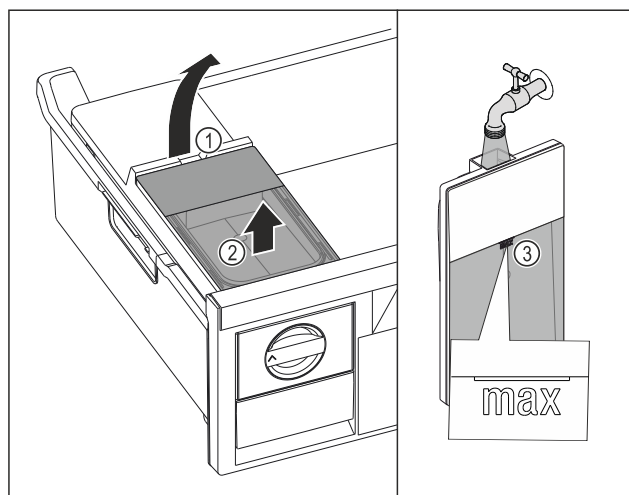

Fig. 98
- ▶ Løft vandtanken op til udsparringen Fig. 98 (1).
- ▶ Tag vandtanken ud fra oven. Fig. 98 (2)
- ▶ Fyld vandtanken med drikkevand op til mærket Fig. 98 (3).